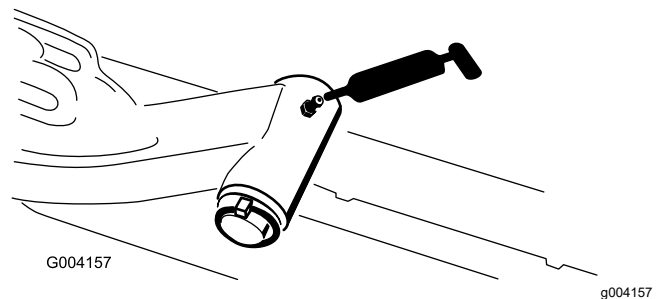

Figure 73
- Axe de pivot des bras de levage (x 1) (Figure 73)